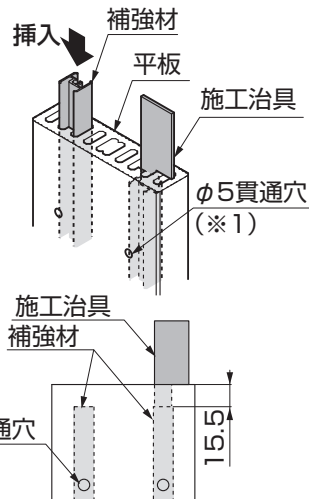

図4-20 面材を正面から固定する場合
- ①補強材を平板に挿入してください。
- ②施工治具で補強材の位置を合わせ、平板と補強材へφ5の貫通穴（※1）をあけてください。（図4-20参照）